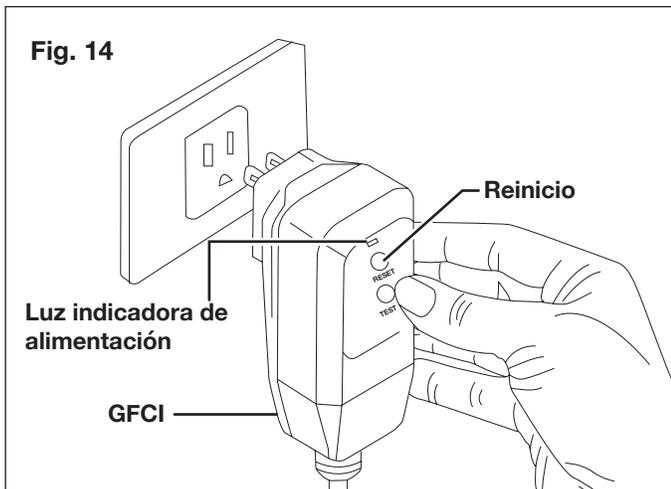

Fig. 14
12. Compruebe que la tensión y la frecuencia (V/Hz) del suministro de energía correspondan a aquellas indicadas en la placa de especificaciones. Si la fuente de alimentación es la correcta, usted puede conectar la hidrolavadora al tomacorriente (Fig. 14).